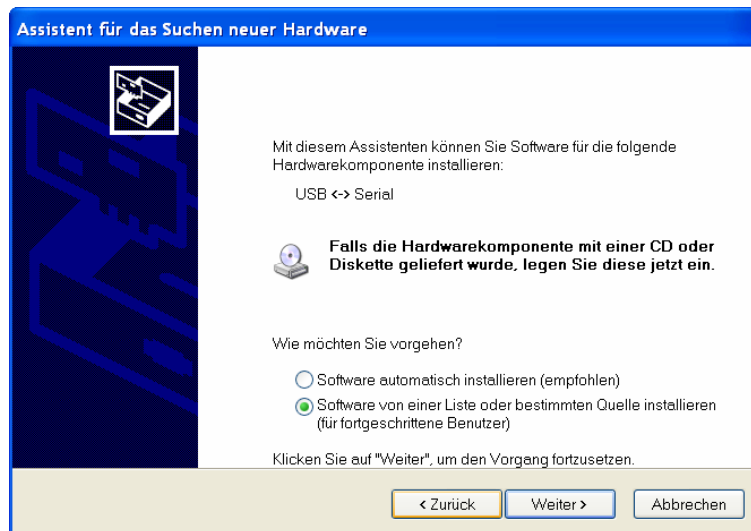

Bild 21: Auswahl für die Suche des Treibers
- Manuelles Treibersuchen auswählen (vergleiche Bild 21)